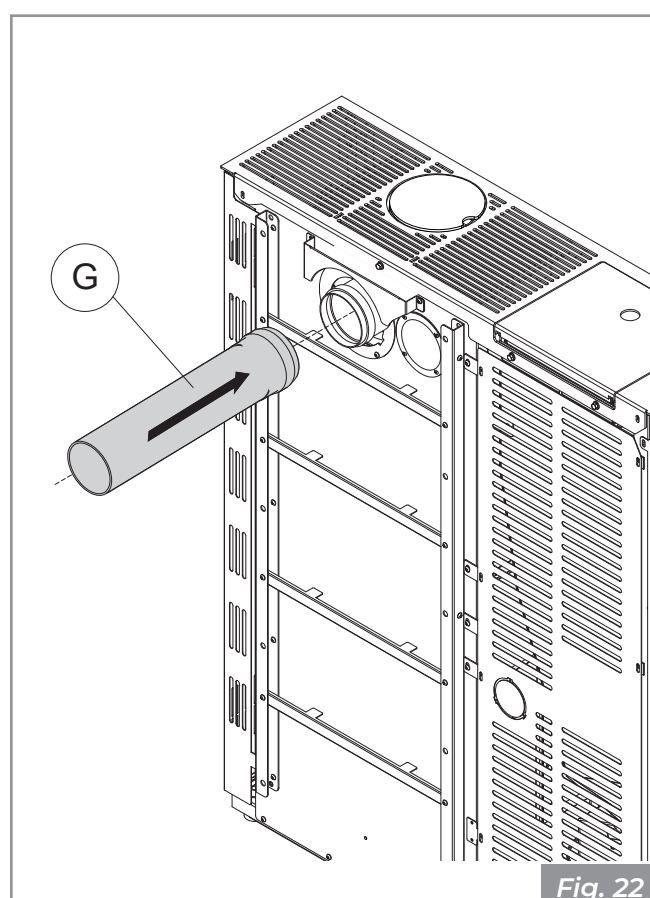

Fig. 22
- Monter le bouchon fumée (C) sur le côté supérieur du poêle à la place de la position précédente du collier fumée supérieur (D).
- Fermer le trou supérieur en joignant le bouchon esthétique (F) à la bague de support (E) à l'aide des 6 écrous fournis. Aligner l'ensemble avec le dessus en ajustant les écrous.
- Monter le collier fumée supérieur (D) sur le côté arrière du poêle au lieu de la position précédente du bouchon fumée (C).
- Retirer le pré-coupé du bouchon d'inspection arrière (B) et monter le composant à son emplacement précédent.
- IL EST possible de relier le tube fumée (G) au collier (D) (Fig. 22).